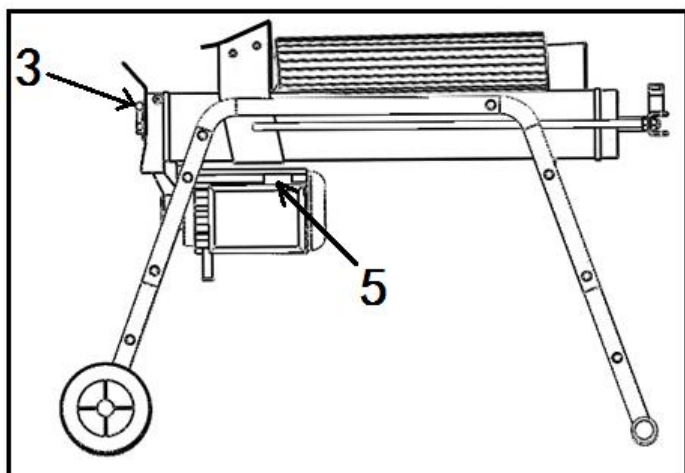

Fig .8
Cette fendeuse de bûches est équipée d'un système de contrôle qui nécessite d'être exploité par les deux mains de l'utilisateur. La main gauche contrôle le levier de commande hydraulique (3) tandis que la main droite contrôle le poussoir (5) comme montré sur la Fig. 8. Le fendeur ne peut fonctionner sans cette double commande. C'est seulement quand les deux mains libèrent les commandes que le piston commence à revenir vers l'arrière à sa position de départ.